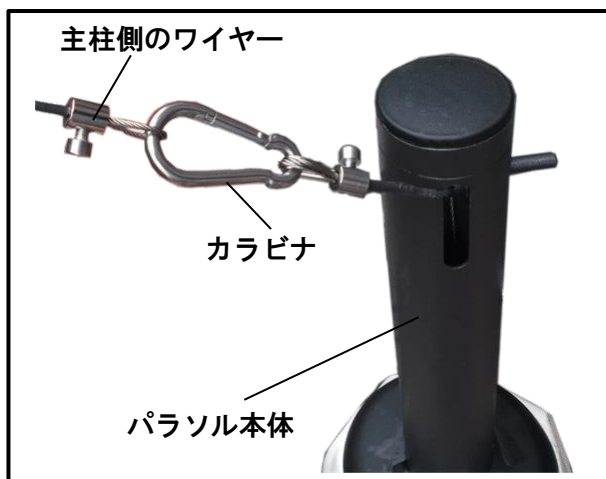

図.9
- ④ パラソル側の留め具 (カラビナ) をコントロールボックスから伸びているワイヤーのリングにかけます。(図.9)